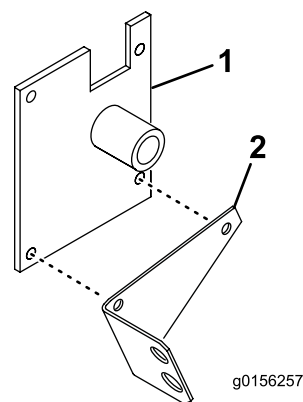

Figura 13
4. Prenda a parte superior do suporte de montagem do depósito de recolha direito ao lado direito da máquina com 2 parafusos (3/8 x 1 pol.) e porcas de bloqueio de 3/8 pol. (Figura 13). O entalhe no suporte é para encaixar em torno do trinco do capot.
5. Prenda a parte inferior do suporte e o suporte do acoplador à estrutura com 2 parafusos (3/8- x 1 pol.) e porcas de bloqueio (Figura 13).